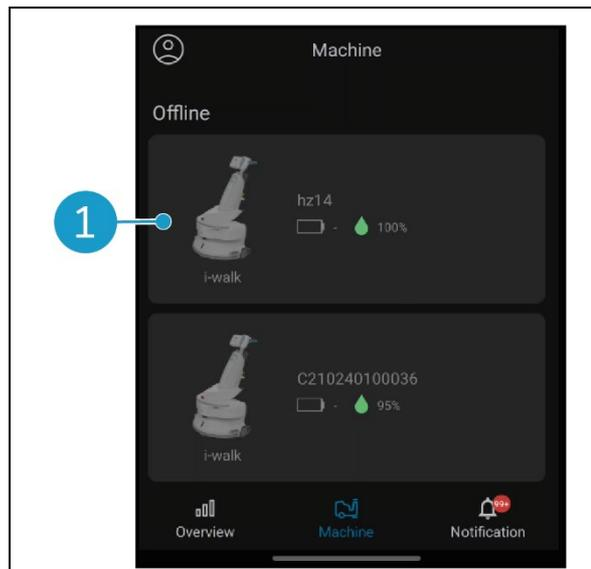

Figura 31
- Toccare una macchina qualsiasi (Figura 31, pos. 1) per aprire il menu di quella macchina.